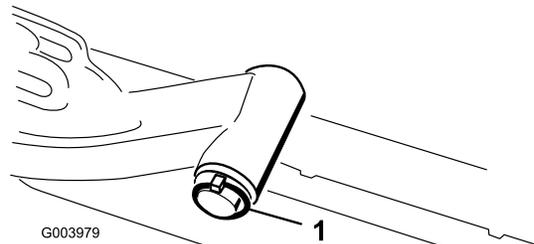

Figura 11
- Togliete l'acciarino e la rondella che fissano l'albero di articolazione al braccio di sollevamento, ed estraete l'albero dal braccio di sollevamento (Figura 11).
- Inserite l'albero del braccio di sollevamento nel braccio di sollevamento, e fissatelo con la rondella e l'acciarino (Figura 11).